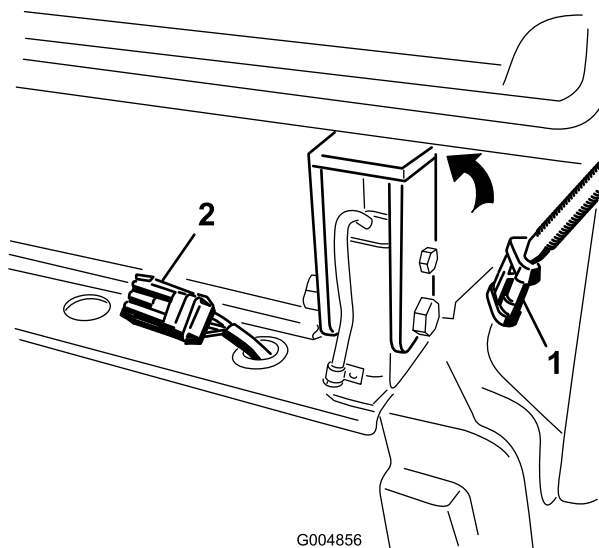

Figura 129
44. Retire el tapón y enchufe el conector del arnés de cables de la cabina en el arnés del bastidor trasero (Figura 129).